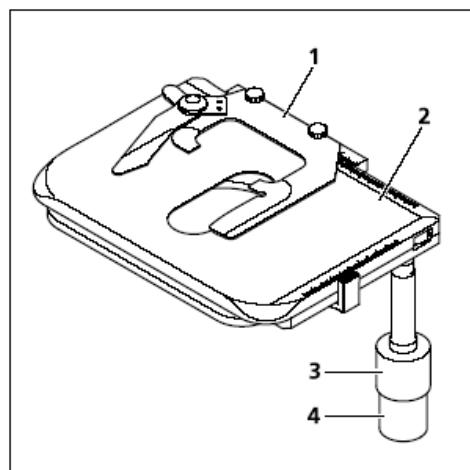

图4-34 配有样品支架的机械载物台
- 配有样品支架（图4-34/1）的机械载物台（图4-34/2）可用于支持、定位和固定标本。
- 调节旋钮可以 X 方向（图4-34/3）和 Y 方向（图4-34/4）上进行调节。